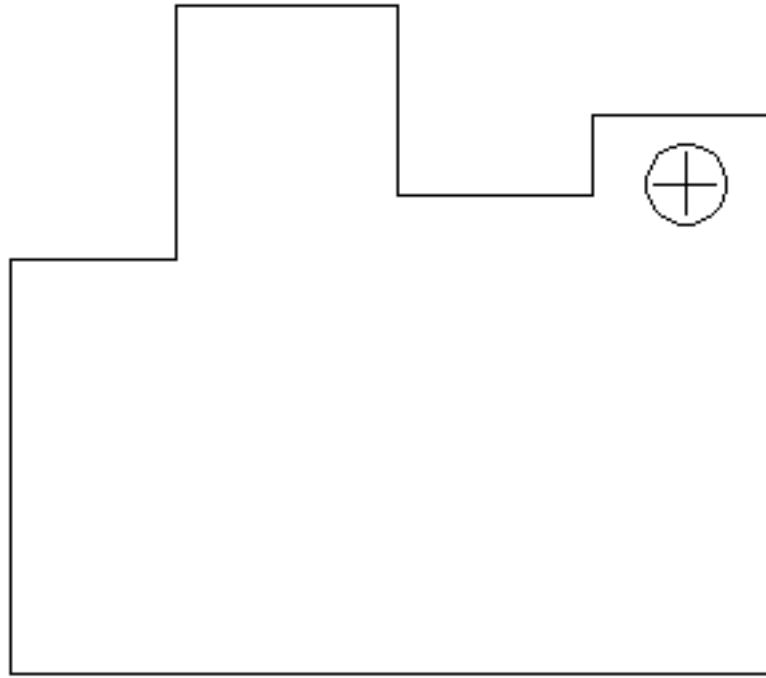

Рис. 5.15. Исходная деталь
1. Начертите примерно такую деталь, как на рис. 5.15.